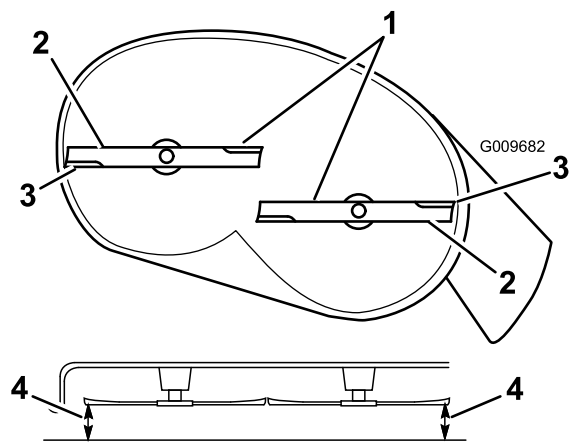
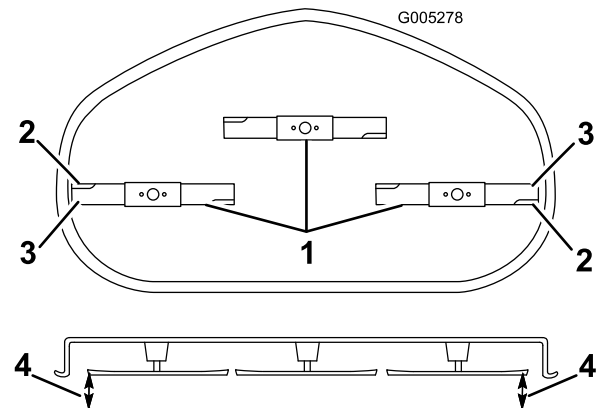

Bild 60
Bild 61
4. Drehen Sie die Messer vorsichtig, damit sie alle quer gestellt sind (Bild 60 und Bild 61).
5. Messen Sie den Abstand zwischen den äußeren Schnittkanten und der ebenen Oberfläche (Bild 60 und Bild 61). Wenn beide Messwerte nicht innerhalb von 5 mm liegen, ist eine Einstellung erforderlich. Machen Sie mit diesen Schritten weiter.